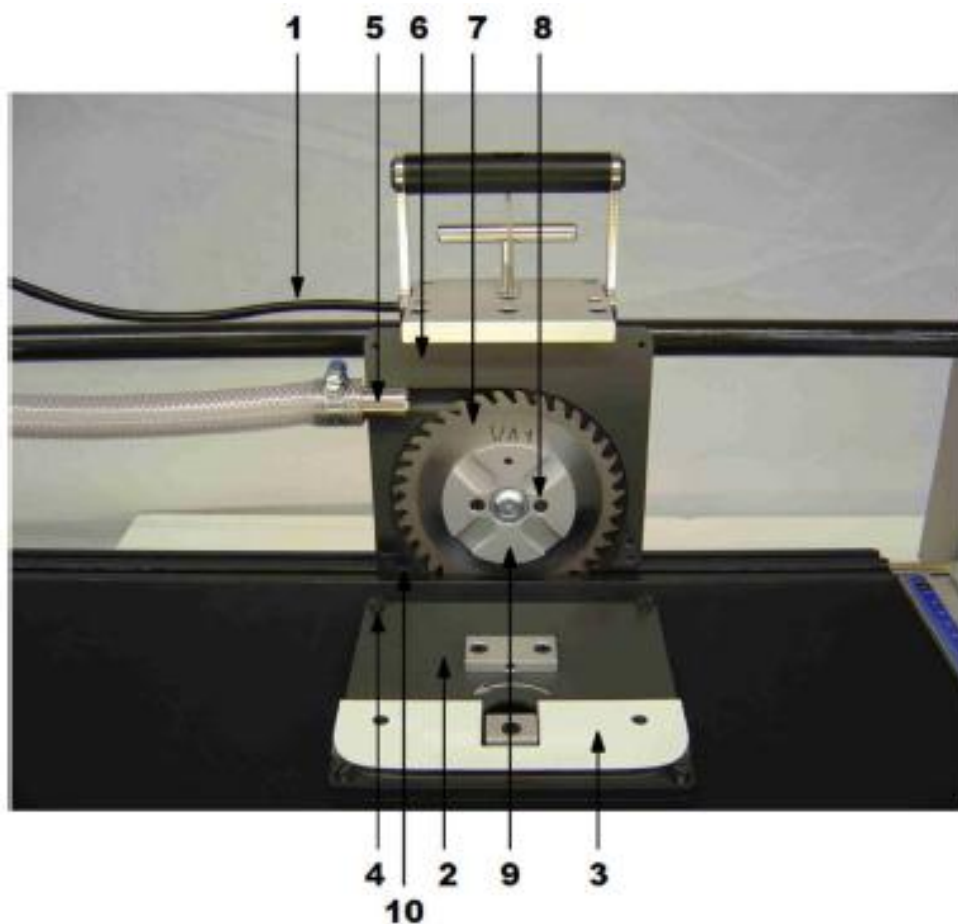

Abbildung 51 Sägeblatt tauschen
3. Schrauben M4x16 (Pos. 4, Abbildung 51) von Sägeblattabdeckung vorne (Pos. 2, Abbildung 48) lösen und sicher verstauen.
4. Sägeblattabdeckung vorne (Pos. 2, Abbildung 51) entfernen.
5. Schrauben M4x16 (Pos. 8, Abbildung 51) von Aufnahmedeckel für Sägeblatt (Pos. 9, Abbildung 51) lösen und sicher verstauen.
6. Aufnahmedeckel Sägeblatt (Pos. 9, Abbildung 51) abnehmen.